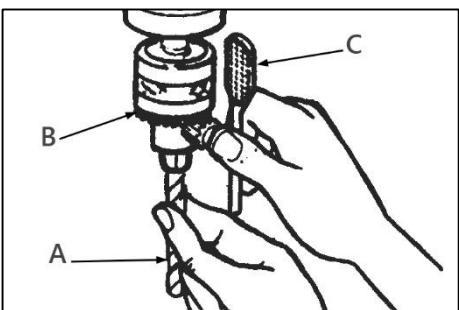

Рисунок 12.
Вставьте сверло (A) (рис. 12) в патрон (B) достаточно глубоко, чтобы достичь максимального захвата. Если вы используете короткое сверло, не вставляйте его на всю глубину патрона, спиральные каналы сверла должны быть свободны.